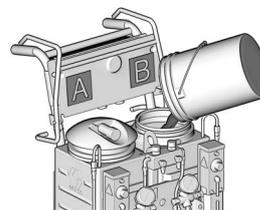

ABB. 8 Behälter B mit Harz füllen
5. Deckel von Behälter B abnehmen und Harz in den Behälter B gießen (blaue Seite). Siehe ABB. 8.